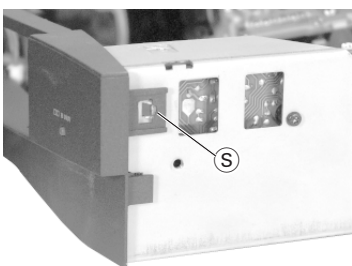

Fig. 8
- Rastnasen Ⓟ (Fig. 8) austrasten und Frontblende / Rückwand abnehmen.
- Unhook catches Ⓟ (Fig. 8) and remove front resp. back panel.